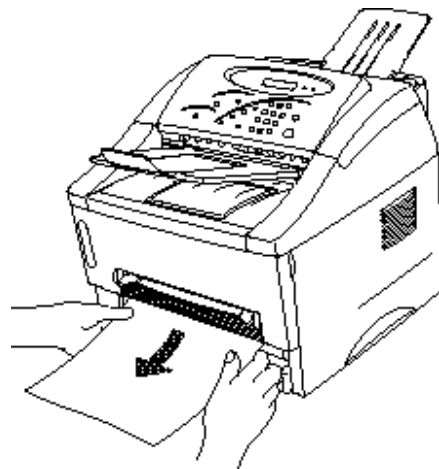

图7-1
- (1) 取出纸盒；
- (2) 向上拉被卡的纸张，直至将纸取出。（图.7-1）